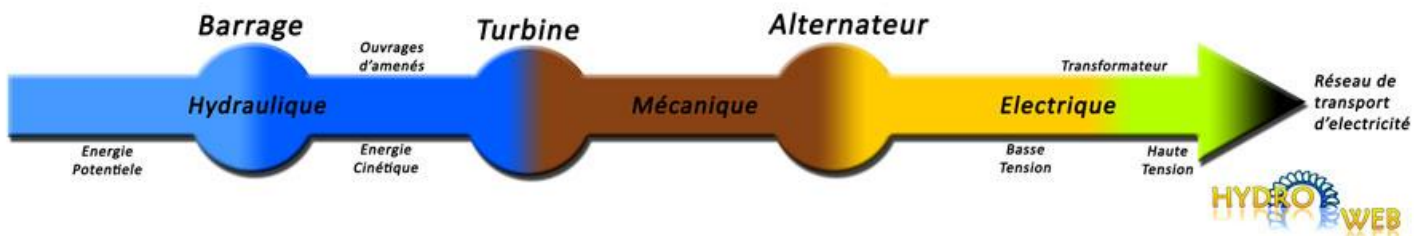
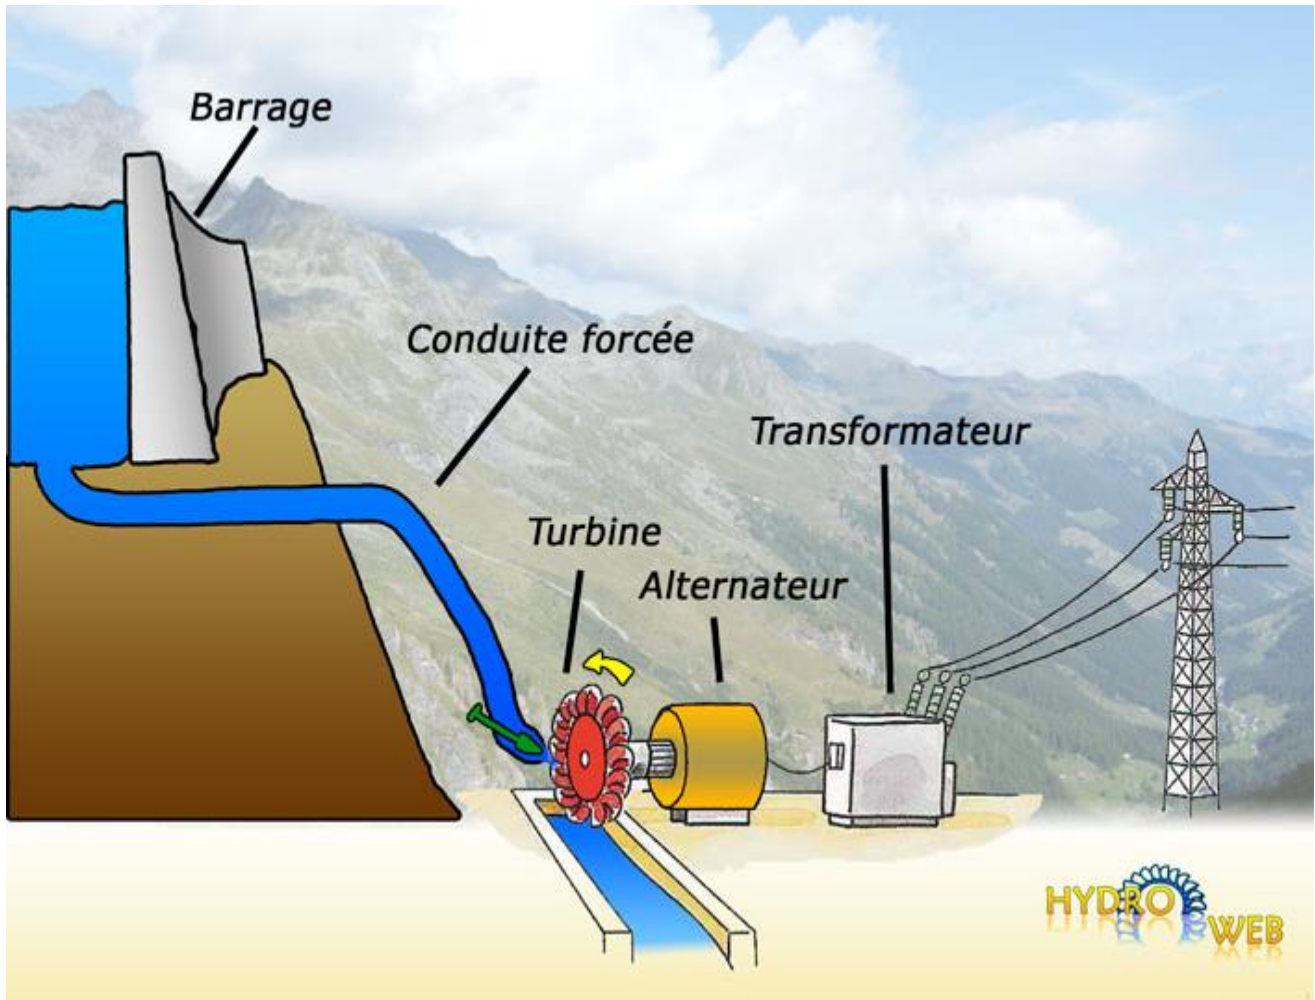

Fig. 6. Illustration des étapes de production d'électricité.
Fig.7. Représentation des éléments d'une station hydroélectrique.
L'eau accumulée dans les barrages ou dérivées par les prises d'eau, constitue une énergie potentielle disponible pour entraîner en rotation la turbine d'une génératrice. L'énergie hydraulique se transforme alors en énergie mécanique. Cette turbine accouplée mécaniquement à un alternateur l'entraîne en rotation afin de convertir l'énergie mécanique en énergie électrique a basse tension ou transformée en haute tension par des transformateur, (fig. 6) et (fig.7). La puissance disponible résulte de la conjonction de deux facteurs :
5.3.2. Les ouvrages d'aménés : permettent d'acheminer l'eau du barrage jusqu'à la centrale, ils peuvent donc faire parfois plusieurs kilomètres, Il existe plusieurs type d'ouvrages d'aménés : les galeries souterraines et les conduites forcées,(fig. 7 et 8).